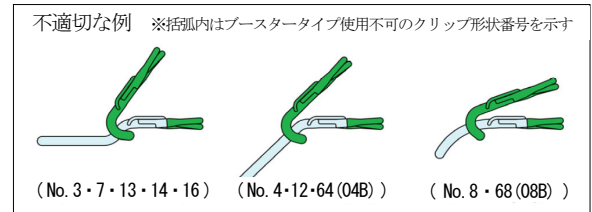

図3
- ・パーマネントタイプ スタンダードのうち、ブースタータイプが使用できる形状と使用できない形状があります。バネ部が平行に掛けられない形状のクリップには使用しないでください。（図3）使用可能なクリップは杉田チタンクリップⅡ ブースターの取扱説明書を参照してください。